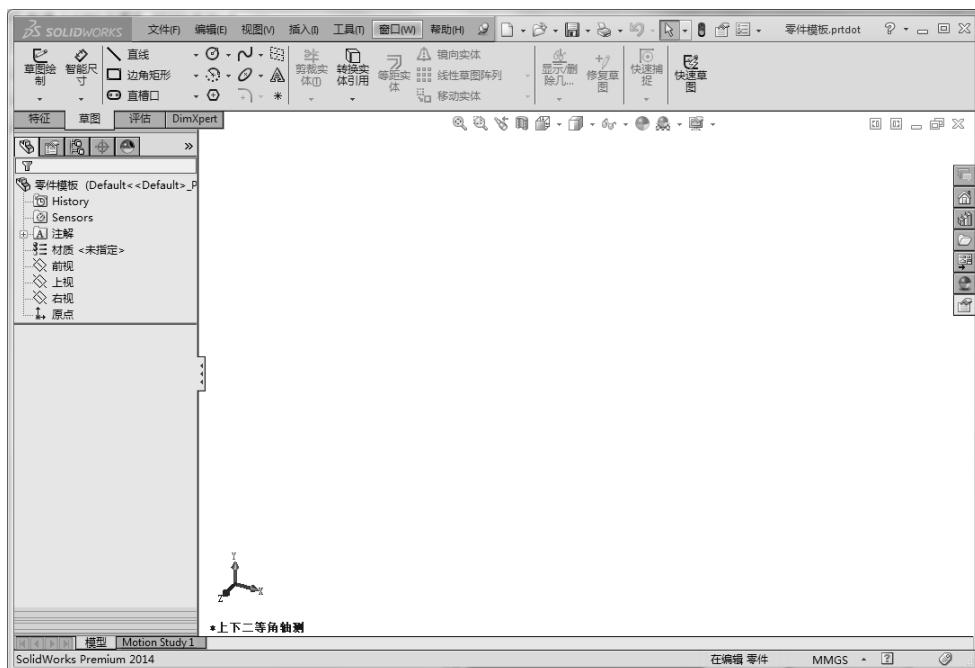

图 1-50 用户界面
- (1) 设置如图 1-50 所示的用户界面，并建立零件模板。